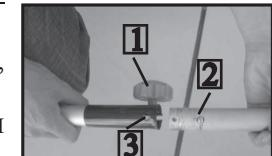

рис.2
6.1 Установка нижней части штанги гибкого вала (рис.2).
6.1.1 Ослабьте барабанковую рукоятку 1 (рис.2), откручивая её против часовой стрелки.
6.1.2 Совместите верхнюю и нижнюю части штанги, как показано на рис.2
6.1.3 Соедините верхнюю и нижние части штанги. При этом фиксирующая кнопка 2 (рис.2) должна находиться в отверстии 3 (рис.2) соединительной муфты.